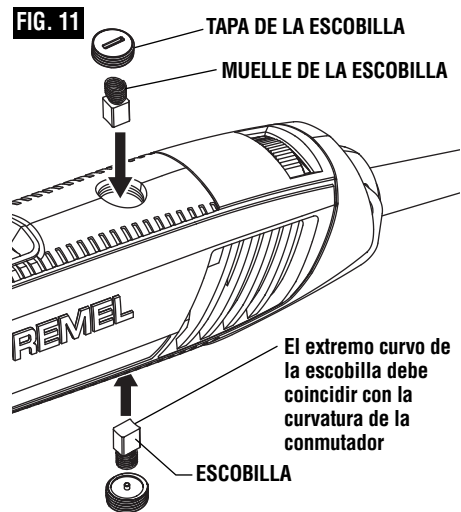

FIG. 11
2. Quite las escobillas de la herramienta tirando del resorte que está sujeto a cada escobilla de carbón. Si la escobilla tiene una longitud inferior a 3,2 mm y la superficie del extremo de la escobilla que hace contacto con el conmutador está áspera y/o corroída, se deberá cambiar. Revise ambas escobillas (Fig. 11).